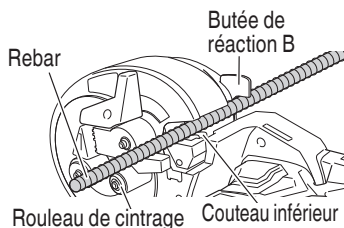

Fig. 35
- (2) Régler la rebar à couper au-dessus du couteau inférieur (Fig. 35)